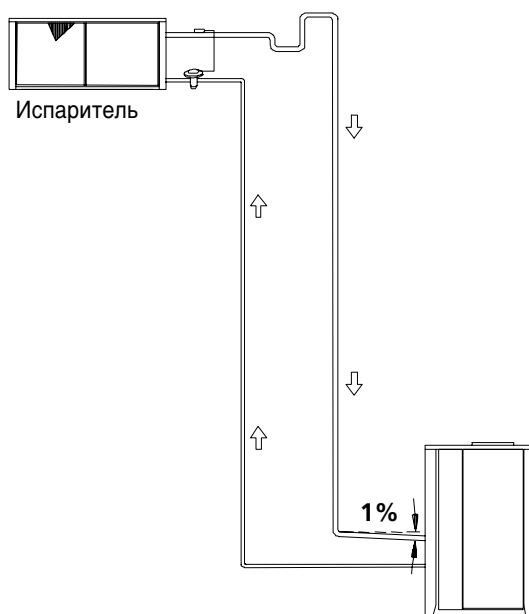

Рис. 12
6.9.3 Секция испарителя выше секции конденсатора (Рис. 12)